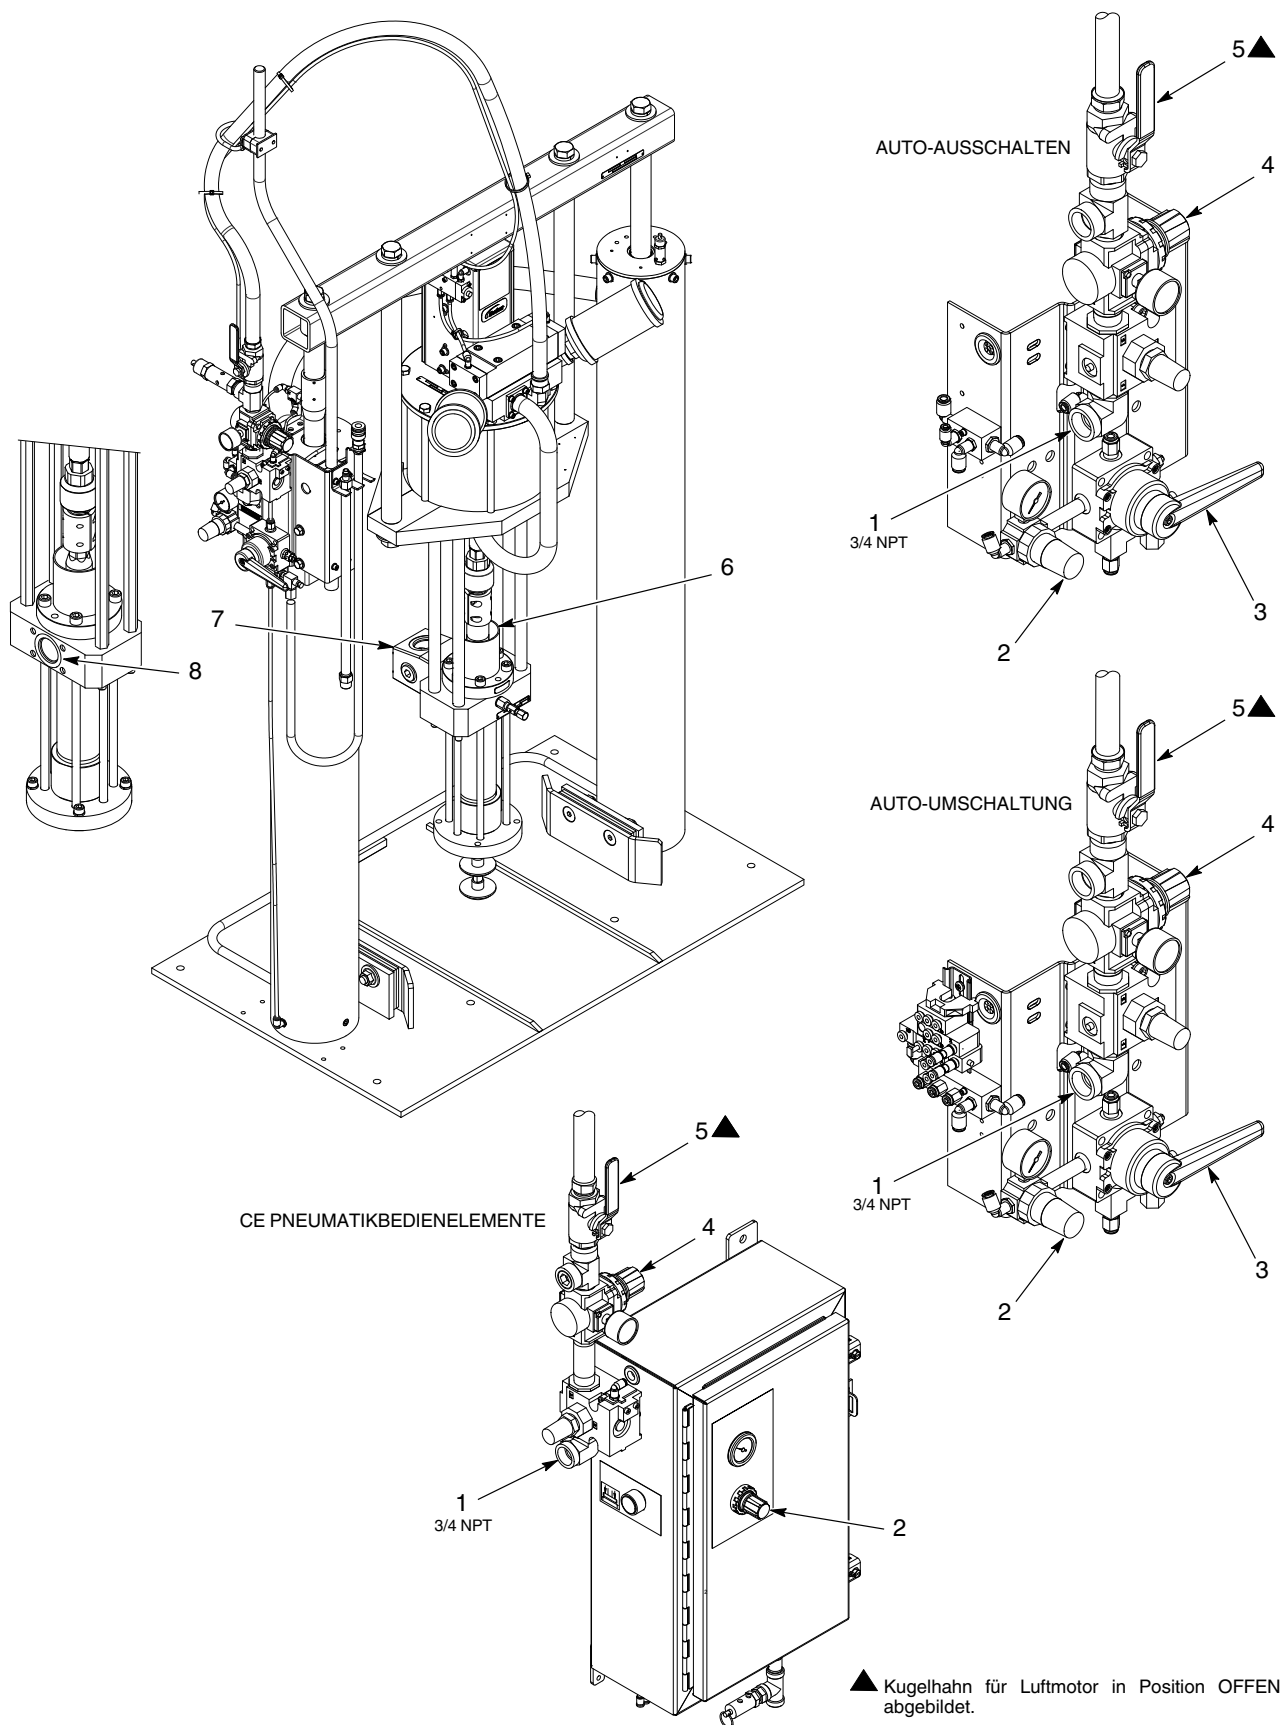

Abb. 5 Installation (55 Gallonen-Entleerer abgebildet. Kleingebindeentleerer ist ähnlich.)
1. Siehe Abb. 5. Fassentleerer aus der Verpackungskiste und von der Palette nehmen. Folgende Schritte ausführen:
3. Hubwerkregler (2) und Luftmotorregler (4) auf 0 psi/bar stellen. Sicherstellen, dass das Hubwerksteuerventil (3) in der Position NEUTRAL ist und dass der Kugelhahn des Luftmotors (5) geschlossen ist.
4. Die Hauptluftversorgungsleitung an den Pneumatikversorgungsanschluss (1) anschließen.
5. Dem Materialschlauch entweder an den Materialausgangsanschluss (8) oder an den Anschluss (7) für das optionale Kugelrückschlagventil anschließen.
6. Spülkammerflüssigkeit in die Spülkammer (6) bis 38 mm unter den Rand der Spülkammer gießen. Siehe Betriebsanleitung der Pumpe zu Typ und Teilenummer der Spülkammerflüssigkeit.